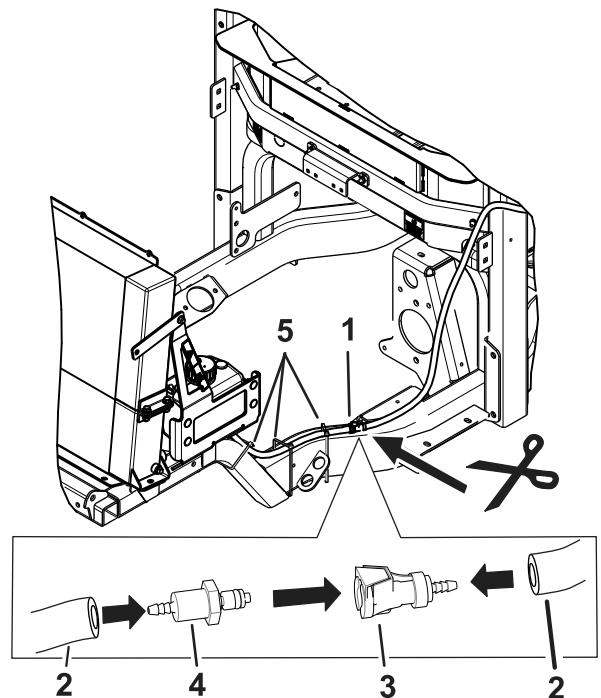

Figure 28
1. Acheminez les flexibles le long du cadre et vers le réservoir de liquide lave-glace (Figure 28).
4. Coupez le flexible à l'endroit indiqué à la Figure 28.
5. Installez les raccords comme montré à la Figure 28.
6. Fixez le flexible avec des attaches en plastique (Figure 28).